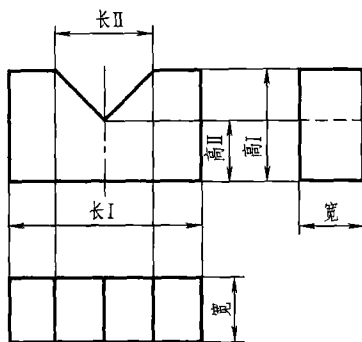

图 2-4 三视图的对应关系
(1) 尺寸对应关系 任何物体都有长、宽、高三个方面的尺寸，在机械制图中规定左右量度物体的尺寸叫长；前后量度物体的尺寸叫宽；上下量度物体的尺寸叫高。任何一个投影面的视图都反映物体两个方向的尺寸，主视图反映长度和高度方向的尺寸；俯视图反映长度和宽度方向的尺寸；左视图反映宽度和高度方向的尺寸。因此，三个视图之间存在主视、俯视图长对正；主视、左视图高平齐；俯视、左视图宽相等的投影规律，简称为“长对正，高平齐，宽相等”。对于物体的总长、总宽、总高是这样，对于某一局部尺寸也是这样，见图 2-4。